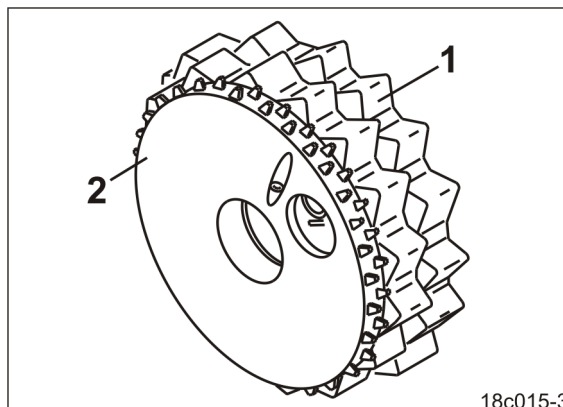

Рис. 40
- нормальной высевой катушки (Рис. 40/1) и
- высевой катушки для мелких семян (Рис. 40/2).